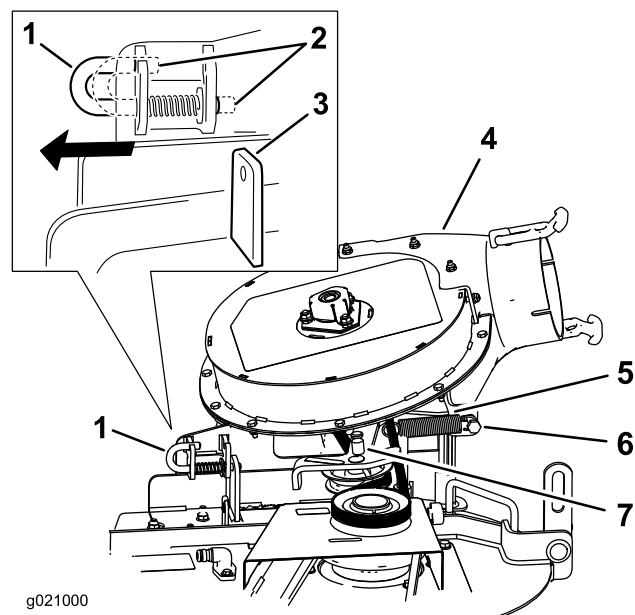

Figure 16
- Déplacez la goupille de verrouillage de la position verrouillée à la position ouverte (Figure 16).
- Placez la goupille de verrouillage en position verrouillée (Figure 16).
Remarque: Assurez-vous que la goupille de verrouillage traverse le trou du support de ventilateur (Figure 16).
- Accrochez le ressort à l'ergot de la poulie de tension (Figure 16).
- Accrochez le ressort au boulon à épaulement (Figure 16).